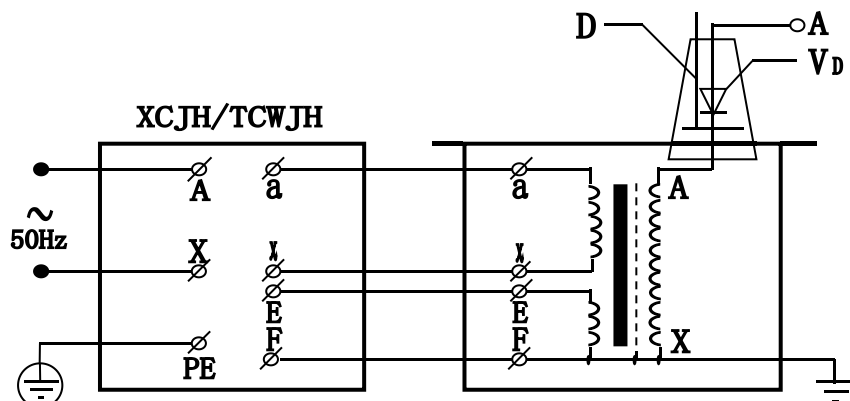

图 4: 单台 TDMJZ(G)交直流试验变压器原理图
2、单台 TDM(G)试验变压器的工作原理图见图 4，图中高压套管中装有高压硅堆，串接在高压回路中作半波整流，以获得直流高电压。当用一短路杆将高压硅堆短接时，可获得工频高电压，作为交流输出状态；取消短路杆时，作为直流输出状态。